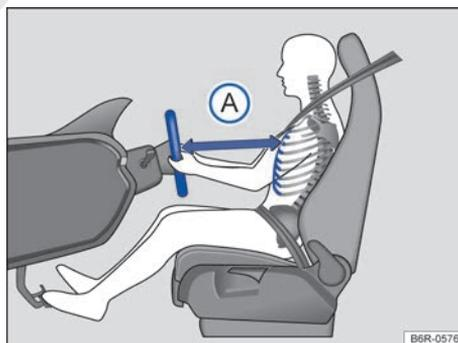
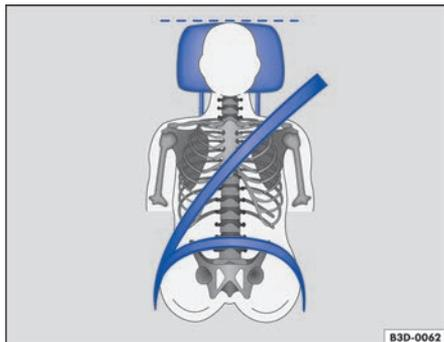

Fig. 32 La distancia correcta entre el conductor y el volante **A** debe ser de, como mínimo, 25 cm.
Fig. 33 Posición correcta de la banda del cinturón y ajuste correcto del apoyacabezas.
- Ajustar el asiento para que la distancia entre éste y el tórax tenga como mínimo 25 cm → fig. 32 A) y que el conductor pueda asegurar el volante por el borde externo con las dos manos y los brazos ligeramente doblados.
- Para los asientos con apoyacabezas: ajustar el apoyacabezas para que su borde superior se encuentre preferentemente en la misma línea de la parte superior de la cabeza → fig. 32 y → fig. 33 – pero no por debajo de la altura de los ojos. Posicionar la parte posterior de la cabeza lo más cerca posible del apoyacabezas.